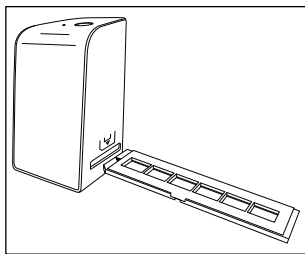

Figura 1
- ◆ A continuación, inserte el soporte de negativos **5** con la marca triangular hacia delante y visible en la ranura **4** derecha (consulte la figura 1).